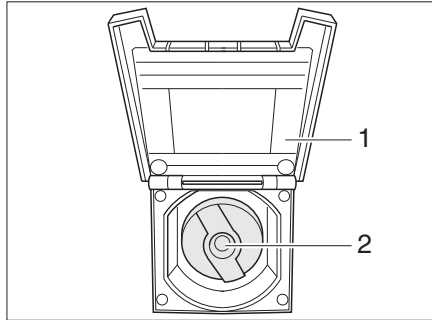

Fig. 367 Couvercle de fermeture pour bec de remplissage d'eau potable
- Ouvrir le clapet de fermeture (Fig. 367,1) vers le bec de remplissage d'eau potable.
- Insérer la clé dans le barillet (Fig. 367,2) et la tourner d'un quart de tour dans le sens inverse des aiguilles d'une montre.
- Ouvrir le bec de remplissage d'eau potable (Fig. 367).